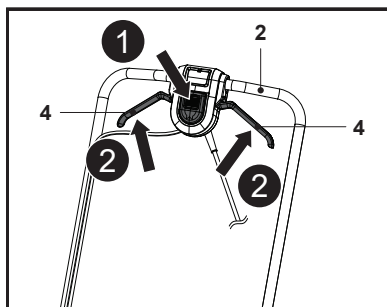

Fig. 15
1. Mantenha-se atrás da pega (2).
2. Mantendo o botão do interruptor de segurança (1) premido, puxe a alavanca de arranque (4) na direção da pega (2) e mantenha-a nessa posição (Fig. 15, passos 1, 2).
3. Após o arranque do corta-relva, liberte o botão do interruptor de segurança (1).